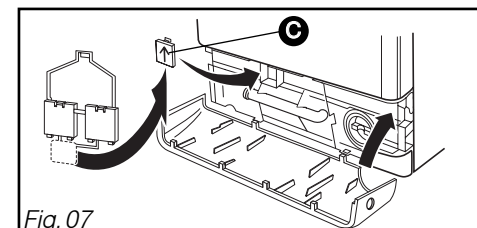

Fig. 07
- Bouchez le trou laissé par la bride à l'aide du cache fourni **C** (Fig. 07).
- Reclippez la plinthe (Fig. 07).